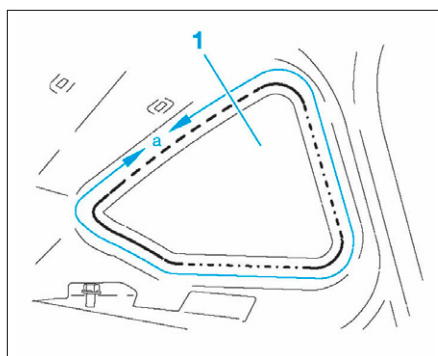

FIG. 59
- De l'intérieur du véhicule, découper le cordon de colle en (a) (Fig.59) puis déposer la vitre de custode (1).